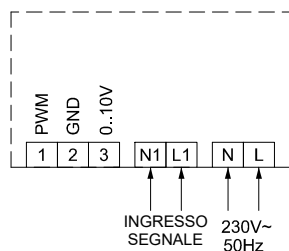
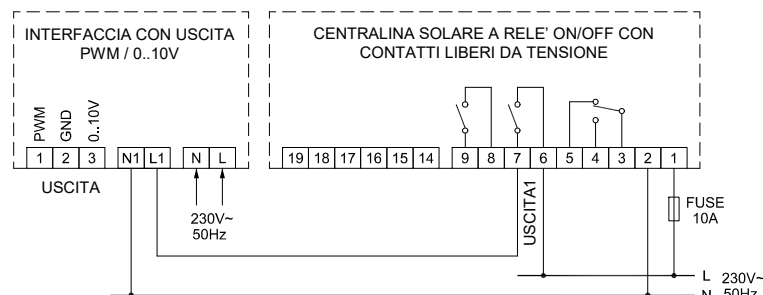
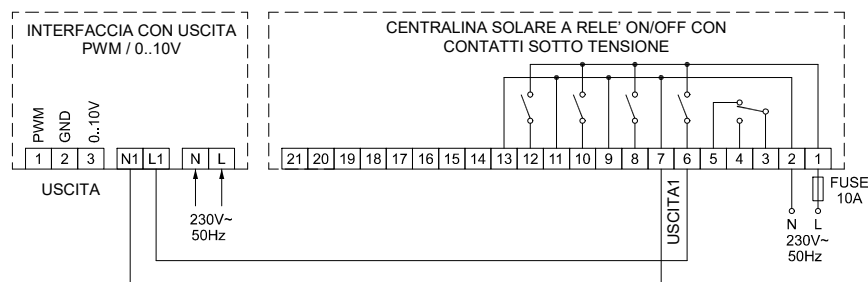

Fig. 7
Fig. 8
Fig. 9
- 6 Eseguire i collegamenti elettrici seguendo lo schema di collegamento di Fig. 7 e gli esempi di Fig. 8, Fig. 9 e Fig. 10.